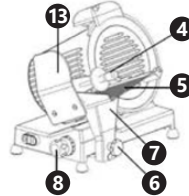

Abb. 5
- Vor der Reinigung trennen Sie das Gerät von der Steckdose (Netzstecker ziehen!) und stellen Sie sicher, dass der Schnittstärkenregler (8) auf „0“ steht.
- Schieben Sie den Schlitten (7) in Richtung Schnittstärkenregler (8) (Abb. 5).
- Entfernen Sie zur Reinigung den Schlitten (7) mit dem Schneideguthalter mit Pressvorrichtung (4). Lösen Sie dazu den Schlittenfeststellknopf (6), indem Sie diesen gegen den Uhrzeigersinn drehen, und nehmen Sie den Schlitten (7) ab (Abb. 5).
- Reinigen Sie den Schlitten (7) mit Handschutz (13), Schneidegutteller (5) und Schneideguthalter mit Pressvorrichtung (4) mit warmem Wasser, einem weichen Tuch und neutralem Reinigungsmittel. Spülen Sie mit klarem Wasser nach, um Reinigungsmittelrückstände zu entfernen.